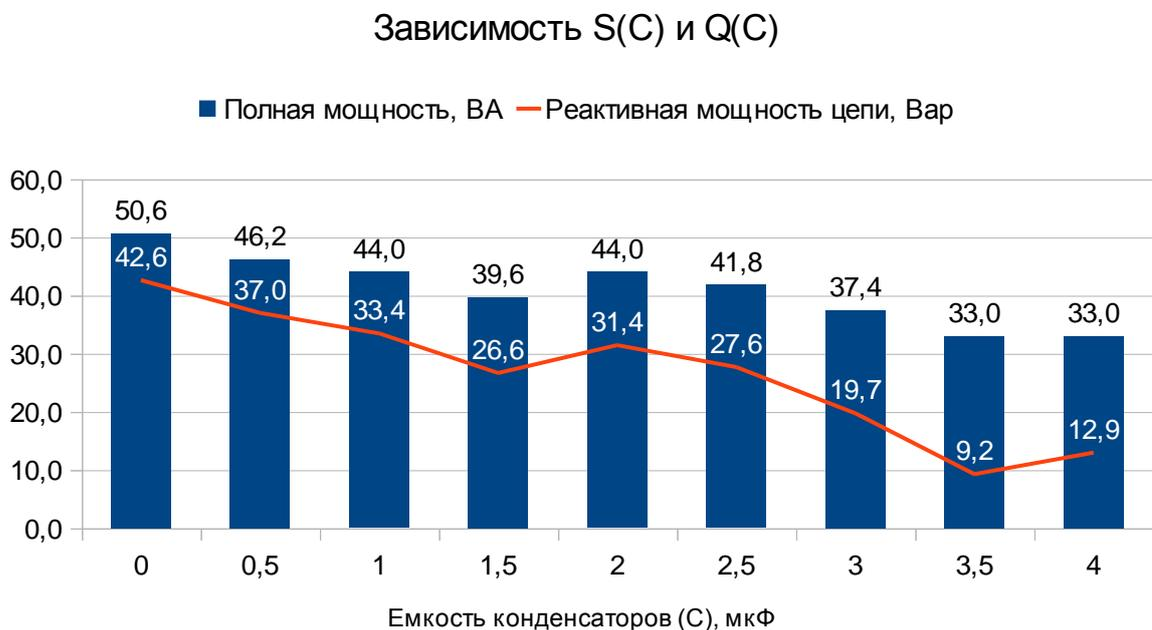

Рис. 2.10. Диаграмма Столбцы и линии
6. На четвертом шаге **Элементы диаграммы** ввести заголовок диаграммы, подписать оси X и Y, указать место расположения легенды (например, сверху) см. рис. 2.10. Щелкнуть по кнопке Готово.